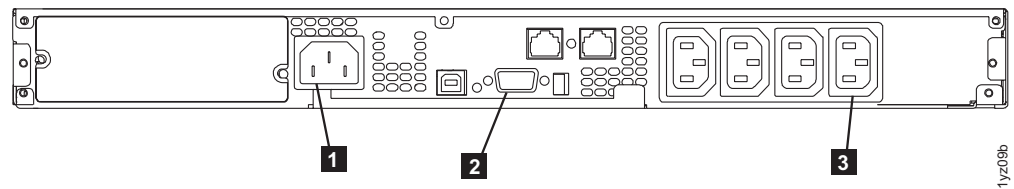

図 34. 2145 UPS-1U (背面図)
7. 2145 UPS-1U の背面で、2145 UPS-1U の主電源コネクタを電源ソケット (45 ページの図 34 の **1**) に差し込みます。2145 UPS-1U は待機モードであり、インディケータはすべてオフです。